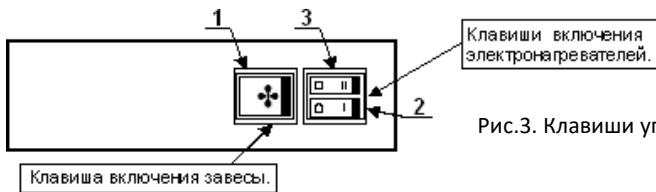

Рис.3. Клавиши управления прибором
2. Включение. Установите клавишу 1 в положение  (см. рис. 3), при этом начинает работать вентилятор. Нажатие на любую из клавиш 2 или 3 включает половину мощности. Режим полной тепловой мощности включается нажатием на обе клавиши 2 и 3.